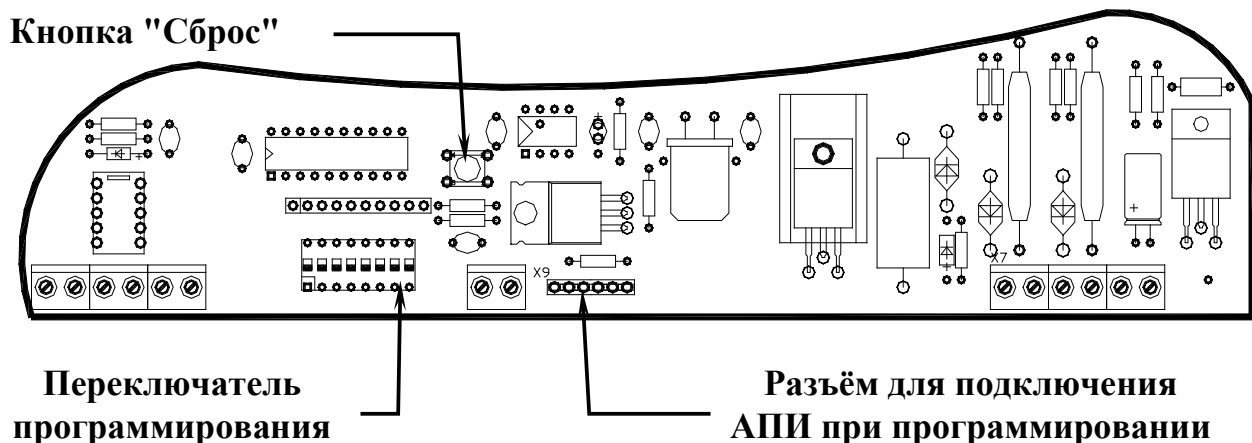
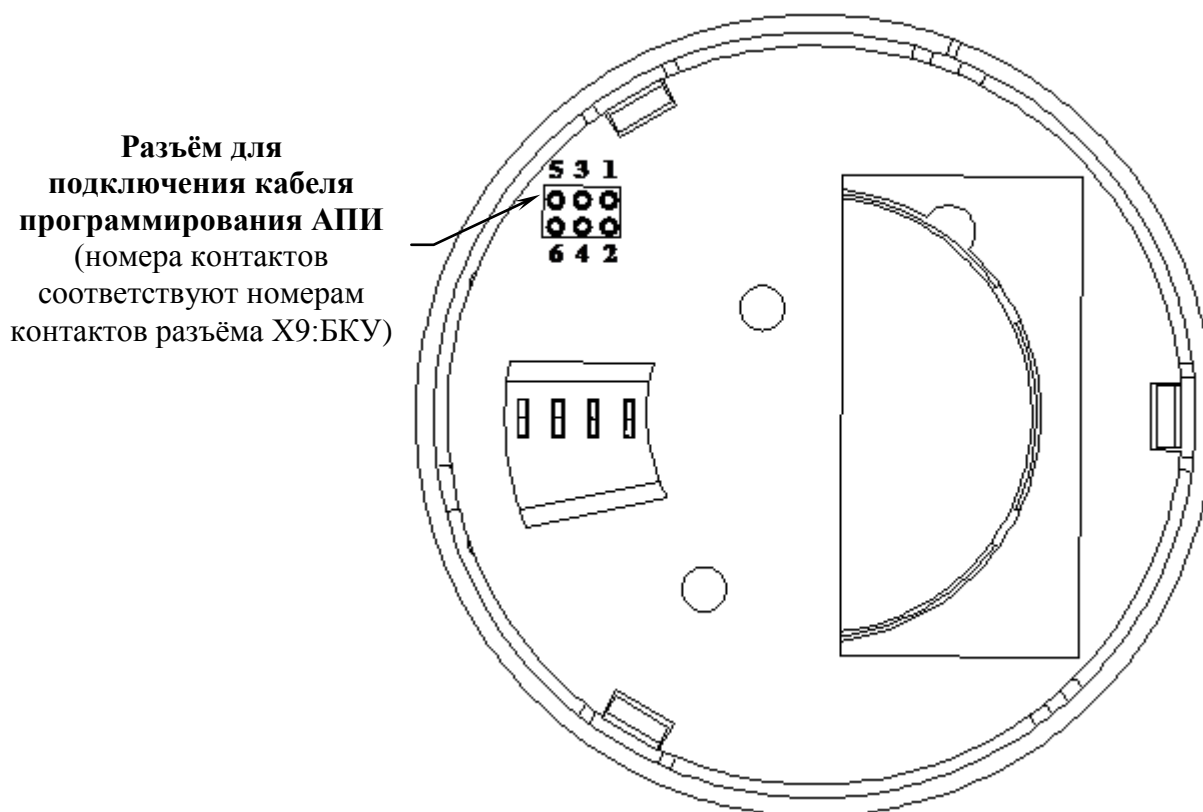

Рис. 3. Разъём для подключения к ЦП кабеля программирования АПИ
Рис. 4. Разъём для подключения к ДИПА кабеля программирования АПИ
- при помощи кабеля программирования АПИ (входит в комплект поставки) подключить к разъёму Х9, расположенному на плате БКУ центрального прибора "ЦП-1М" (рис.3), разъём извещателя (рис.4) параметры, которого необходимо запрограммировать. При этом необходимо учесть, что первый контакт